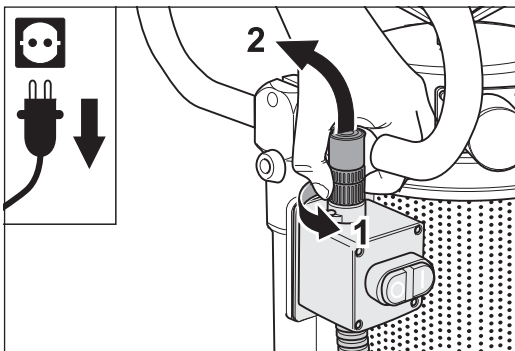

Fig. 26 Défaites la bague fileté et dégagez la fiche de câble.
- 2 Desserrez la fiche du détecteur de commutation de pression sur l'interrupteur Marche/Arrêt en dévissant la bague fileté et défaites la fiche de câble (fig. 26).